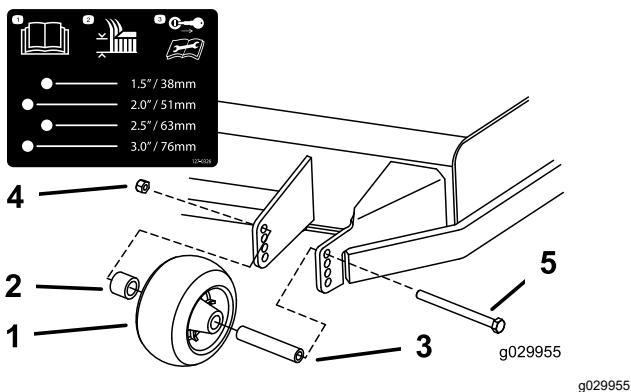

Figura 39
3. Ajuste los rodillos protectores del césped, tal y como se muestra en la Figura 39.